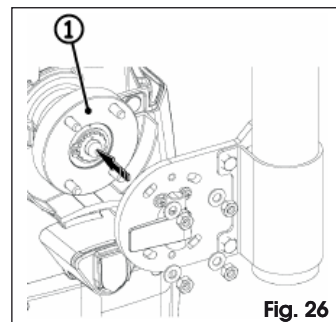

Fig. 26
6. Coloque el grupo sobre el disco de arrastre, Fig. 26 ref. ①, respetando, en caso de cierre izquierdo, la orientación indicada en la figura.